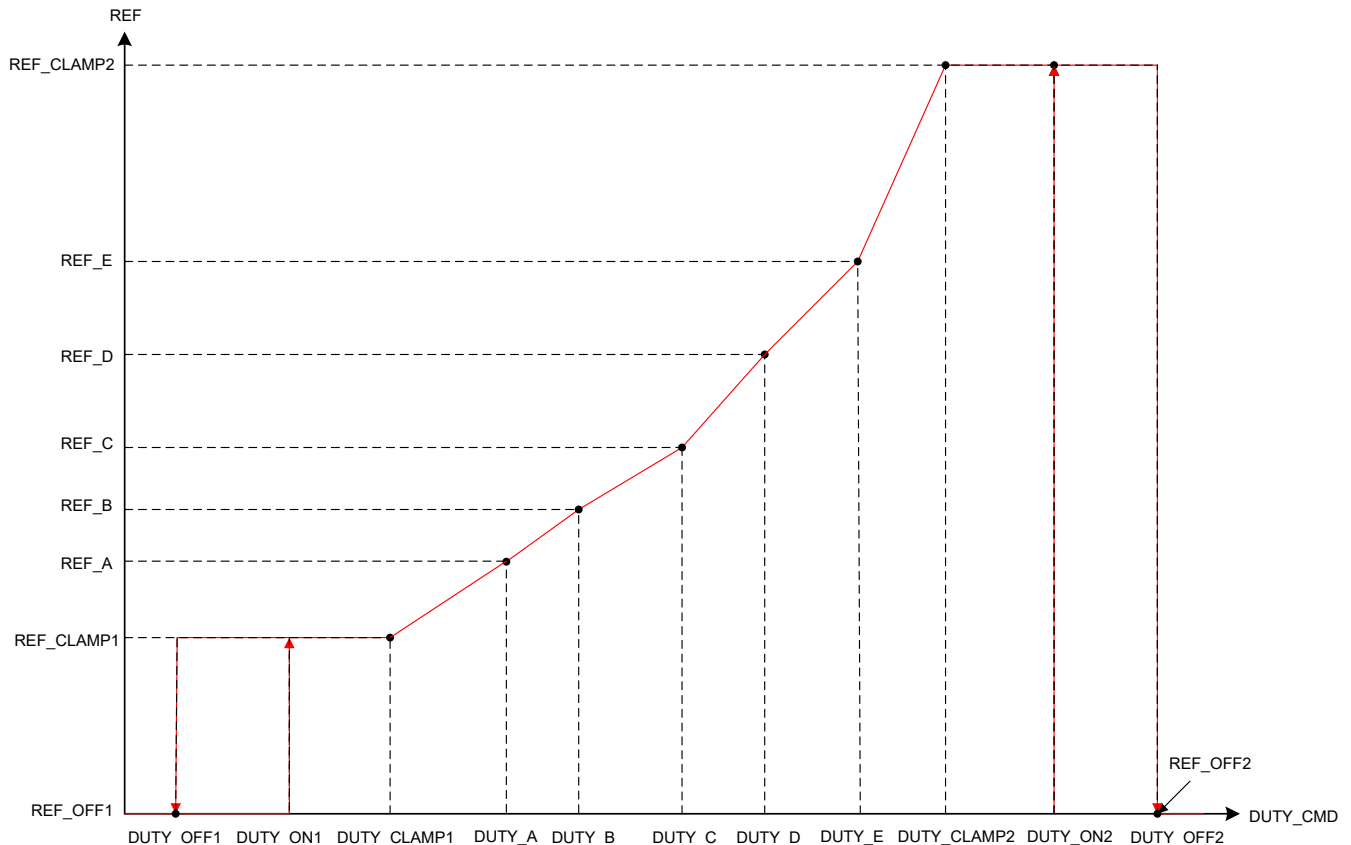

図 7-11. リニア制御プロファイル
- DUTY_OFF1 と DUTY_ON1 は、リファレンス制御入力 REF_CLAMP1 および REF_OFF1 間を遷移する際のヒステリシスを設定します (図 7-11 を参照)。
- DUTY_A は、リファレンス REF_A のデューティコマンドを設定します。DUTY_CLAMP1 と DUTY_A の間で、リファレンスは REF_CLAMP1 から REF_A まで直線的に変化します。DUTY_A から DUTY_E は、図 7-11 と同じ順序である必要があります。
- DUTY_OFF2 と DUTY_ON2 は、リファレンス制御入力 REF_CLAMP2 および REF_OFF2 間を遷移する際のヒステリシスを設定します (図 7-11 を参照)。